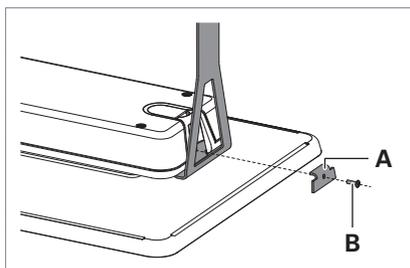

Fig. 5: Avvitamento dell'angolare al supporto a soffitto.
- ▶ Avvitare l'angolare **A** con la vite **B** al supporto a soffitto, vedi Fig. 5.